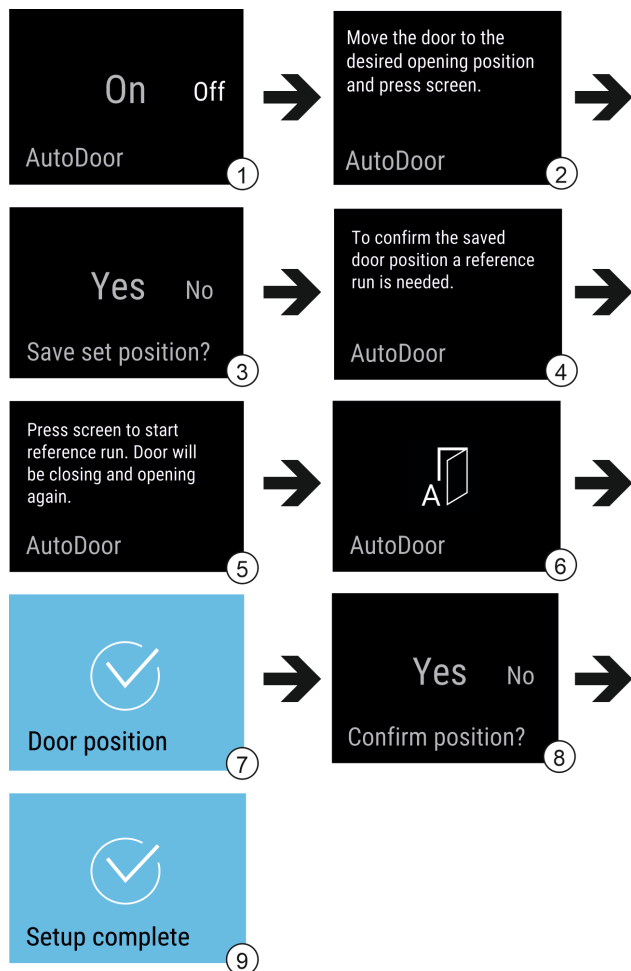

Fig. 13 Voorbeeldweergave van de weergaves in het Engels
- ▶ AutoDoor activeren: Weergave in display op On vegen. Fig. 13 (1)
- ▶ Gedurende 3 seconden op display drukken. Fig. 13 (1)
- ▶ Deuropeningshoek configureren: Deur minstens 70° openen. Fig. 13 (2)
- ▶ Deuropeningshoek bevestigen: Op displaymelding tikken. Fig. 13 (3)
- ▶ Referentiebeweging starten: Op display tikken. Fig. 13 (5)
- ▶ Display knippert. Fig. 13 (6)
- ▶ Referentiebeweging succesvol: Display wordt 2 seconden blauw. Fig. 13 (7)
- ▶ Deuropeningshoek bevestigen. Fig. 13 (8)
- ▶ Display wordt blauw. Fig. 13 (9)